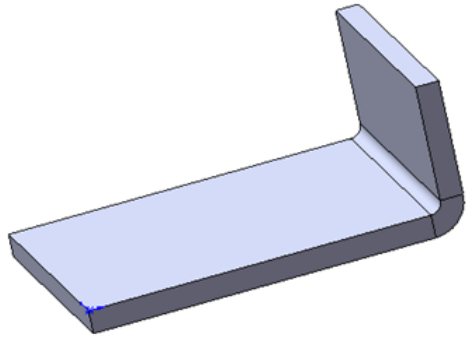

Рисунок 9.15 - Поеднуються згин і виступ
- «**Ребро-кромка**» - це елемент деталі з листового металу. При побудові ребра-крайки за одну операцію поєднуються згин і виступ (рис. 9.15). Для побудови ребра-крайки необхідно вказати радіуси згинів, довжину ребер, а також одну або кілька базових крайок деталі;